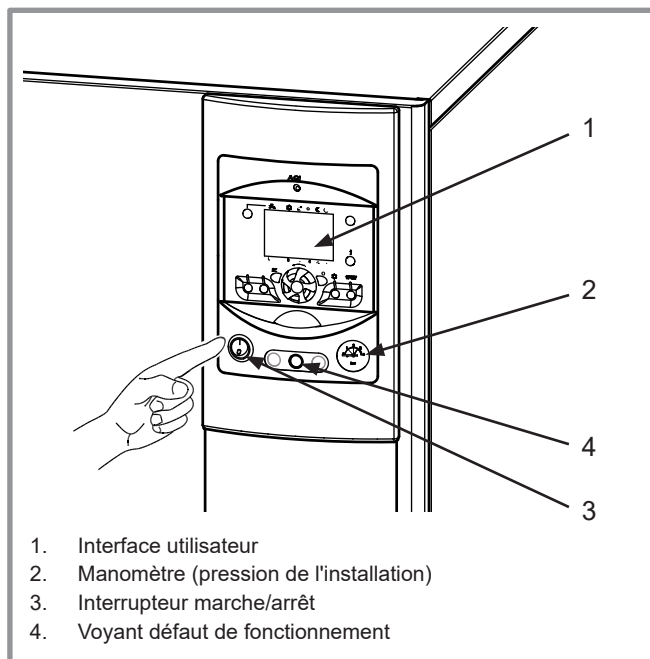

figure 4 - Mise en marche
- S'assurer que l'installation est bien remplie d'eau et correctement purgée et que la pression au manomètre (rep. 2, figure 4) est suffisante (1 à 2 bar).